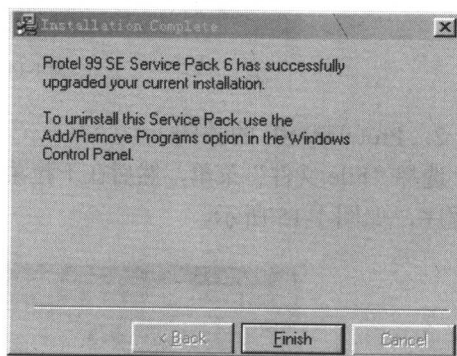

图 1-13 Protel 99 SE Service Pack6 安装结束界面
(12) 安装结束后，显示安装结束界面，单击 **Finish** 按钮完成安装，如图 1-13 所示。